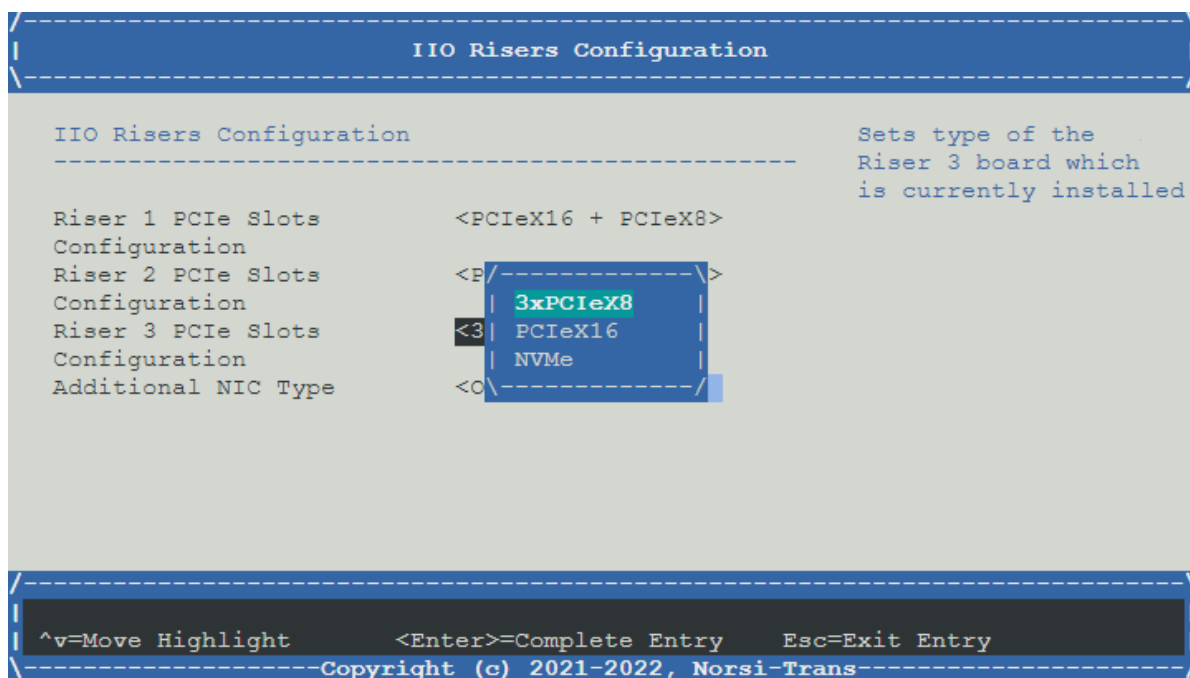

Рис. 68. Выбор типа PCIe-райзеров
- 3) Установите тип PCIe-райзеров согласно физическим. Окно показаны на рис. 68 Выбор типа PCIe-райзеров